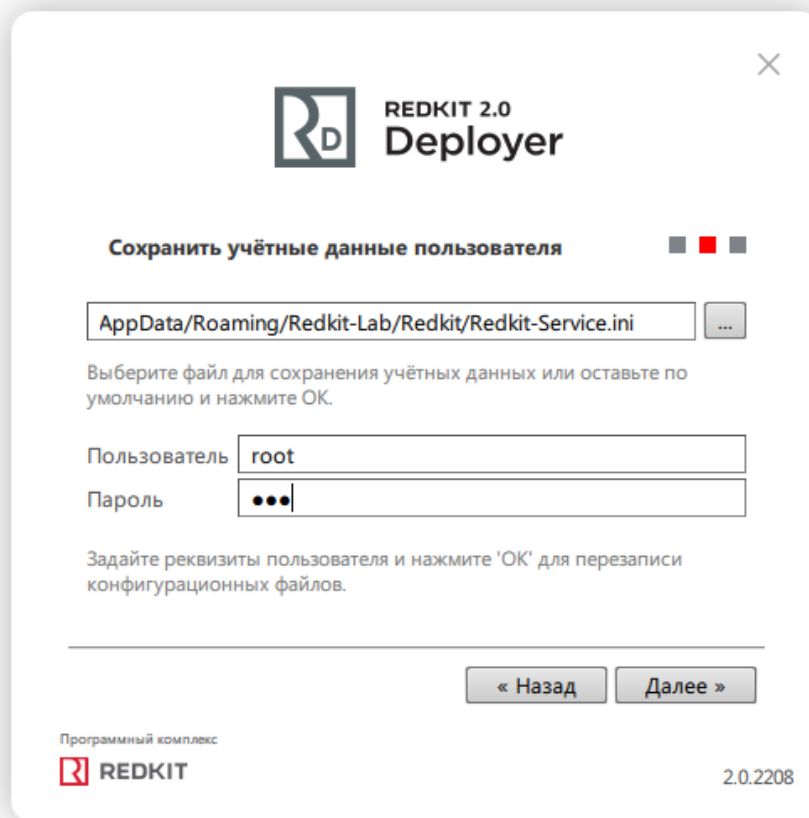

Рисунок 465 - Сохранить учётные данные
3. Выберите для перезаписи конфигурационный файл *Redkit-Service.ini* и укажите обновленный пароль у суперпользователя (Рисунок 465).